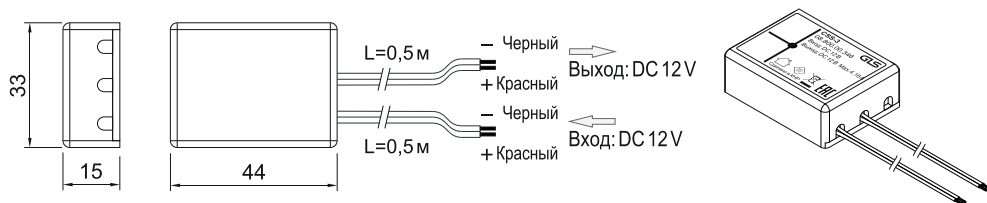

Рис.1
- Размеры **выключателя сенсорного** и комплектация указаны на рис.1.